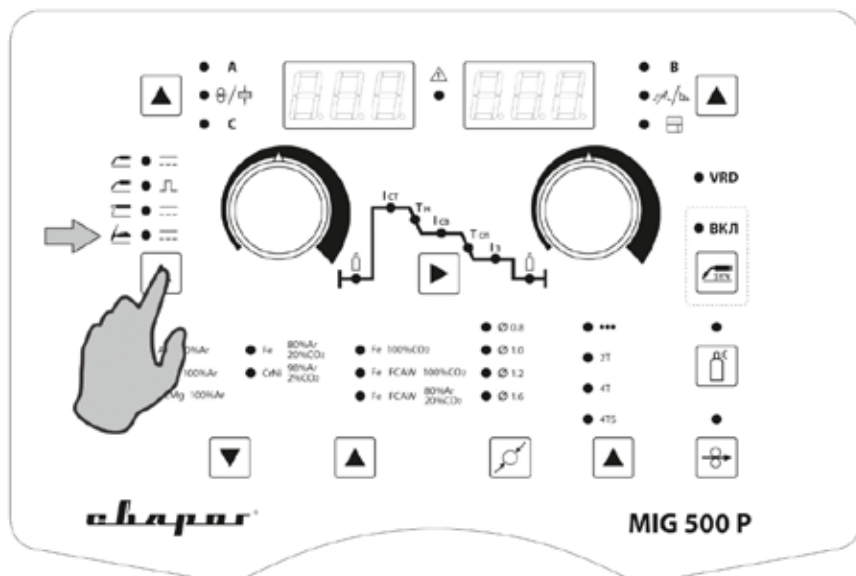

Рис. 12.0.2. Выбор способа сварки.
4. Перейдите в режим TIG (См. рис. 7.0.2, поз. 16, п.5) на передней панели сварочного аппарата (См. рис. 12.0.2).